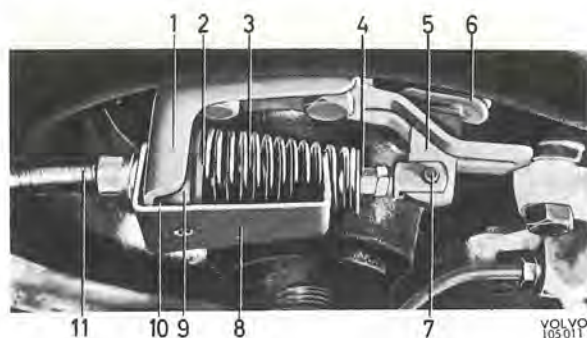

Bild 102. Anbringande av fjäderverktyg
3. Kontrollera att bromsklotsarna går fria från bromsskivan. För att inte hävarmen vid justering skall påverka backarna och ge missvisande resultat bör den avlastas fjäderspänningen. Detta kan ske genom att montera hållare SVO 2742 (bild 102) eller genom att koppla loss vajern från hävarmen.
5. Placera hållare SVO 2742 så att retur fjädern hålls i läge enligt bild 102. Vik upp låsningen och demontera låspinnen så att vajern lossas från hävarmen.
2. Sätt vajern på sin plats i bakre fästet och dra åt muttern. Montera brickor och returfjäder. Tryck ihop fjädern med hjälp av hållare, jämför bild 102. Anolja låspinnen och montera den tillsammans med vajern på hävarmen. Montera fäste och gummistyrning på rambalken.